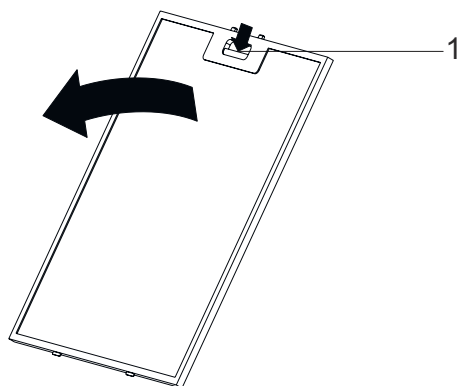

Fig. 6
- Presione la pestaña del filtro de aluminio (1) y tire del filtro de aluminio en la dirección de la flecha (Fig. 6).